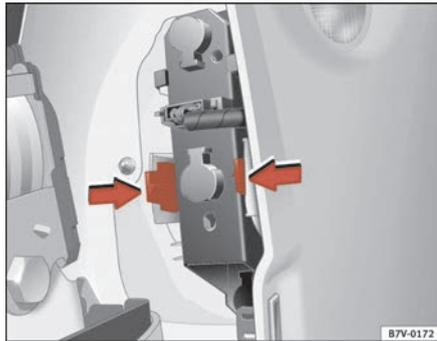

Fig. 165 Luces en la carrocería
- Presione sobre las patillas laterales en el sentido de la flecha ⇒ fig. 165.